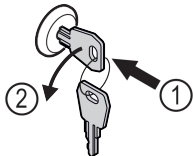

Fig. 123
- ▶ Insérer la clé. Fig. 123 (1)
- ▶ Tourner la clé à 90° dans le sens antihoraire. Fig. 123 (2)